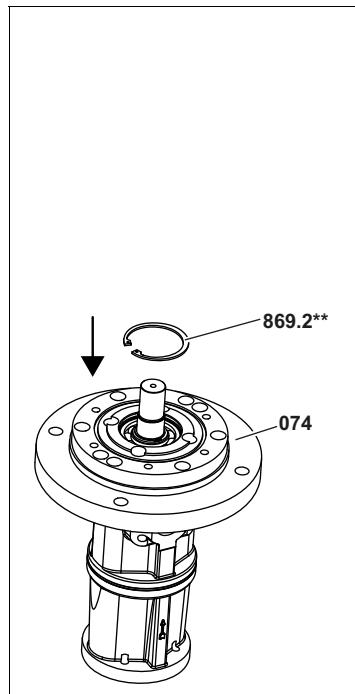
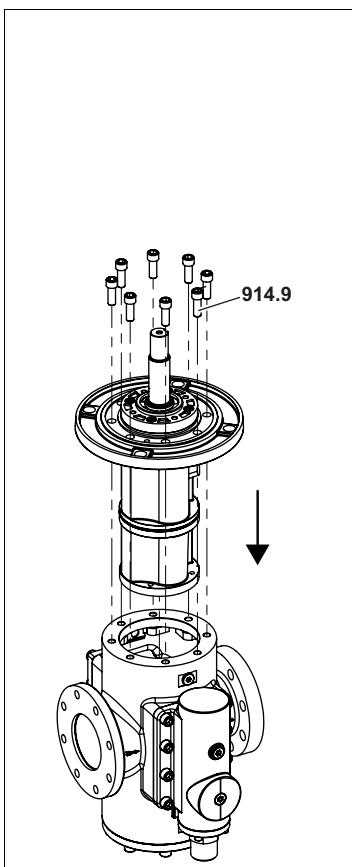
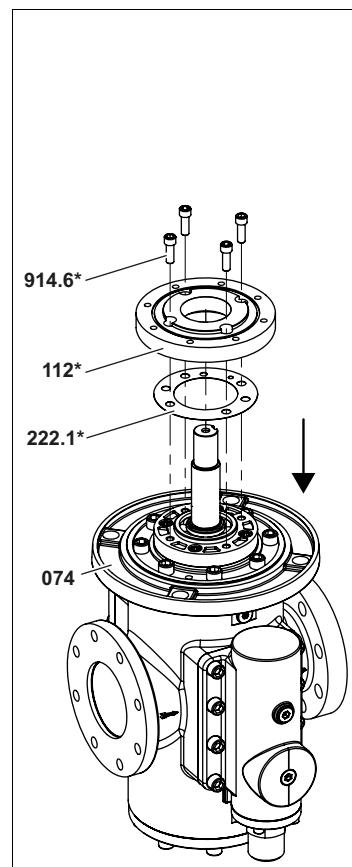

Fig. 30
Fig. 31
Fig. 32
- Pour les pompes sans bride intermédiaire: Monter le circlip **869.2****, voir Fig. 30, page 39. Pousser la pompe embrochable dans le boîtier externe et la fixer à l'aide des vis cylindriques **914.9**, voir Fig. 31, page 40. Serrer les vis cylindriques au couple, voir Tab. 1, page 47.
Pour les pompes avec bride intermédiaire: Nettoyer soigneusement les surfaces d'étanchéité. Disposer le nouveau joint plat **222.1*** sur le couvercle à bride, disposer la bride intermédiaire **112*** et fixer à l'aide des vis cylindriques **914.6***, voir Fig. 32, page 40. Serrer les vis cylindriques au couple, voir Tab. 1, page 47. Pousser la pompe embrochable dans le boîtier externe et la fixer à l'aide des vis cylindriques **914.9**, voir Fig. 31, page 40. Serrer les vis cylindriques au couple, voir Tab. 1, page 47.